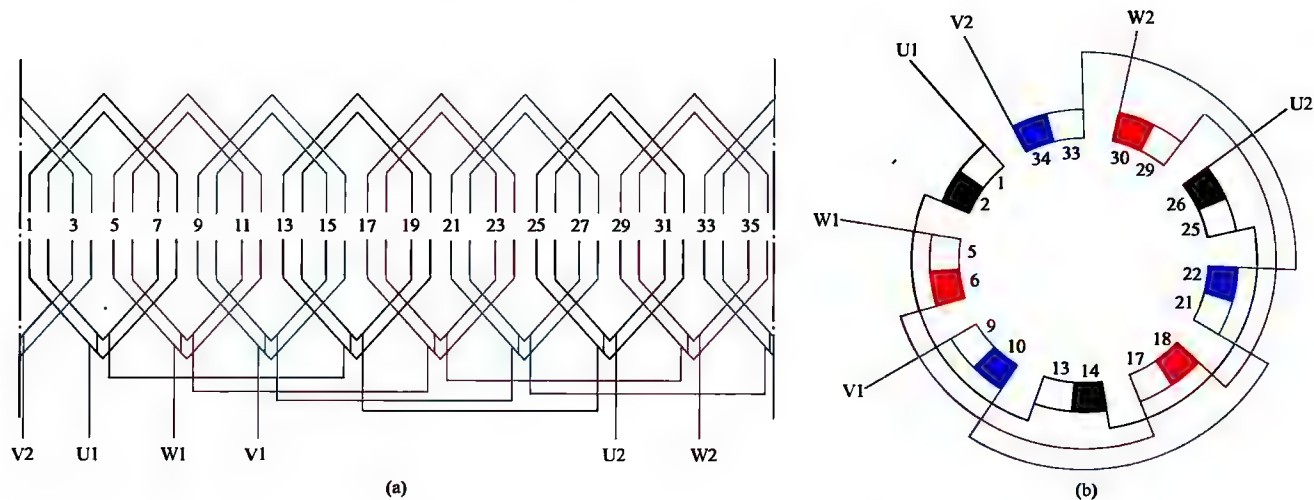

图 1-56 三相 6 极 36 槽单层同心式绕组 1 路接法
56. 三相 6 极 36 槽单层同心式绕组 1 路接法展开图与接线圆图 (见图 1-56)